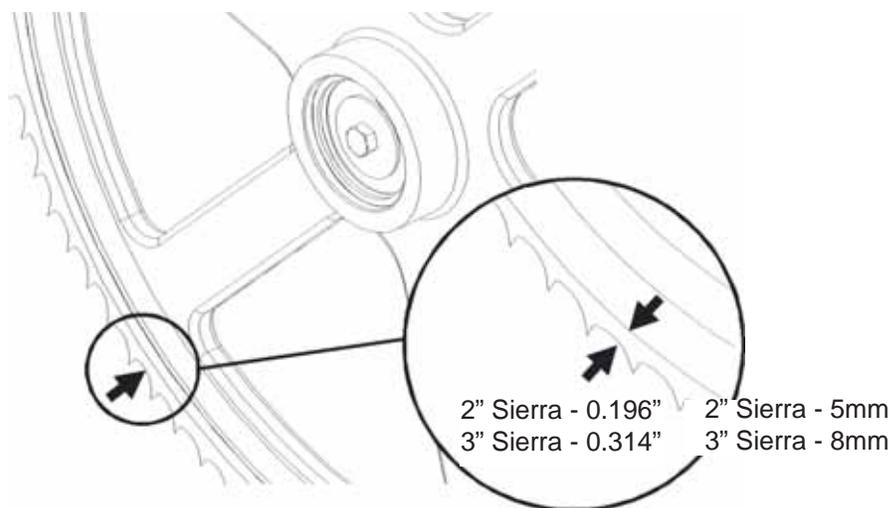

FIGURA 3-1
Vea la Figura 3-1. Coloque sierras de 2" (50mm) de ancho sobre las poleas, de manera que la garganta de sierra sobresalga 5mm (0.196") del borde de la polea y 8 mm (0.314") en el caso de las sierras de 3" (75mm).
5. Emplee el tornillo de regulación de la inclinación, indicado en la **Figura 3-1**, para ajustar el espacio que la sierra recorrerá sobre las poleas.